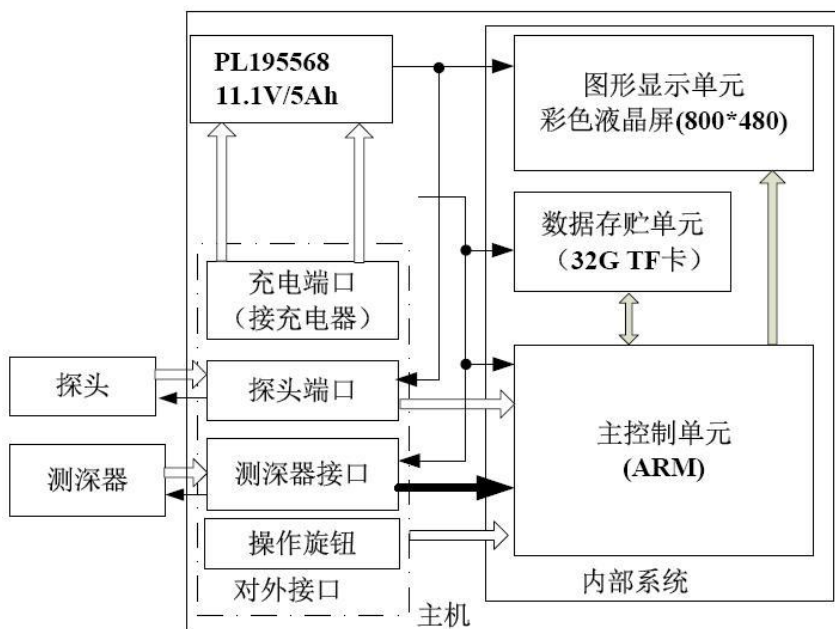

图2-2 主机结构方框图
ZKXG100 (A) 矿用钻孔成像轨迹检测装置主要由主机、探头和测深器组成，主机主要由内部系统、对外接口和电池组组成。外部接口包括探头端口、测深器端口、操作控制旋钮接口和充电器接口等，内部系统主要有ARM双核处理器、数据存贮单元和图像显示单元，内部系统通过外部接口与外部组件连接，主机内软件系统的控制下，实现图像采集、显示、存贮和数据传输等功能。仪器原理框图如图2-2所示。
从图2-2主机结构方框图可以看出，在主控单元的软件控制下，图像采集单元、图形显示单元、数据存贮单元、人机接口单元和数据传输等各部分形成一个有机整体，完成整套功能。